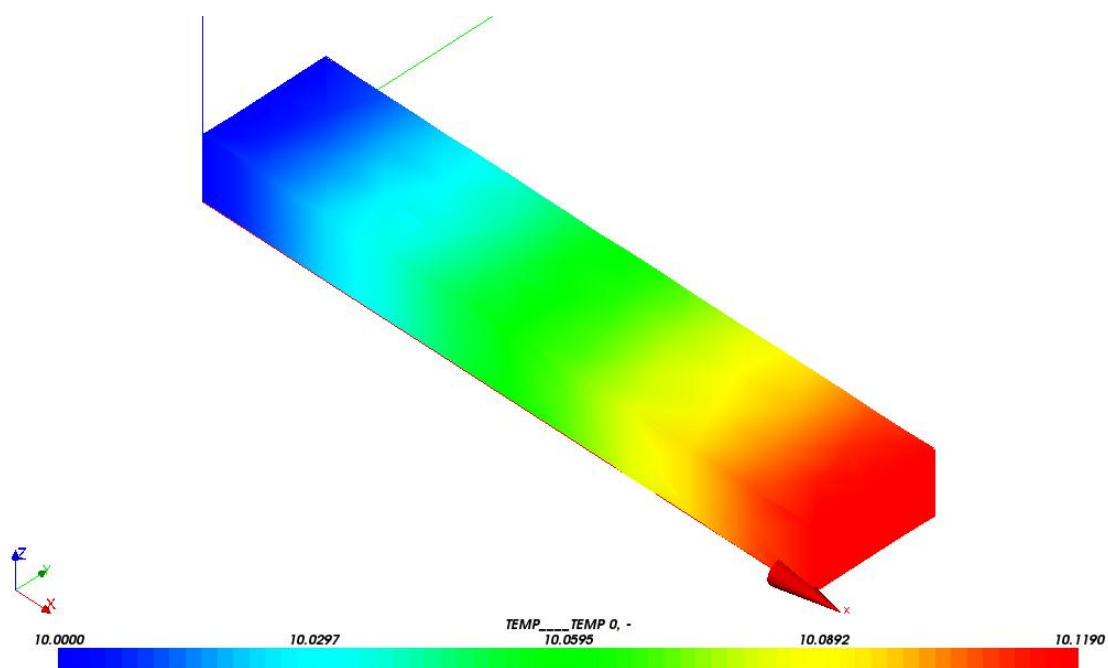

図 30 モデルの温度分布
④0>ScalarMap 上で右クリックし、「Show Only」を選択する(参照：図 29)と、モデルの温度分布が表示される。(参照：図 30)